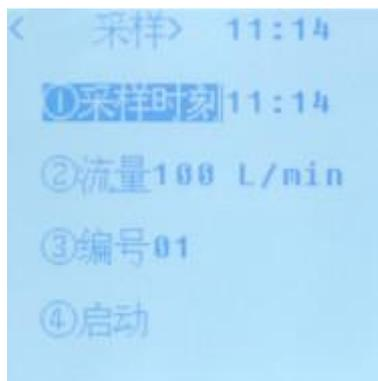
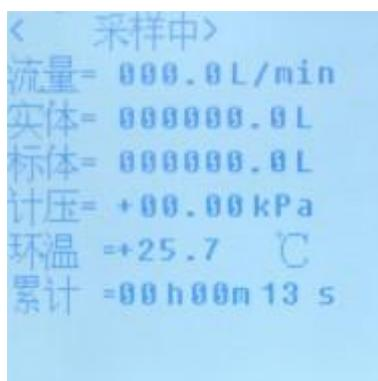
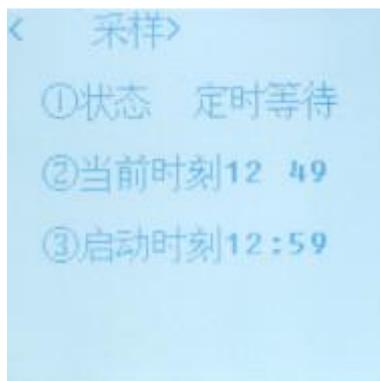

图 13 氟化物采样界面
图 14 氟化物采样过程界面
图 15 氟化物采样定时等待界面
选择“③采样”选项，按**确认**键进入“采样”界面，显示如图 13。
- b) “③编号”需要输入的滤膜编号，便于用户对样品的标记和管理。
按图 13 所示，选择“④启动”选项，按 **确认** 键，抽气泵启动，立即开始采样。显示如图 14 所示，实时显示当前的采样流量、实际采样体积、标况体积、计前压力、环境温度、累计采样时间。
按图 13 所示，修改“①采样时刻”，设置为定时采样，按“④启动”选项，屏幕显示如图 15，开始定时采样。